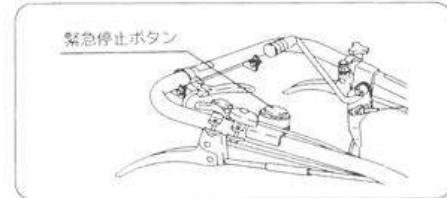

図15
- ④ 緊急停止ボタンを【押】すと、エンジンが停止します。(図15)